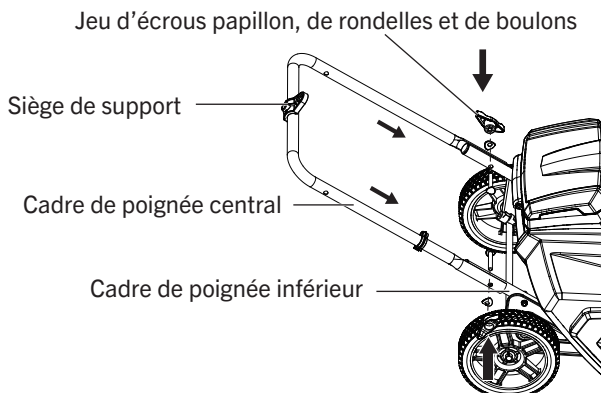

FIG. 4
1. Alignez les deux trous du cadre de la poignée centrale avec ceux du cadre de la poignée inférieure. Assurez-vous que le support du cadre de la poignée centrale est orienté vers le haut, comme illustré à la fig. 4.